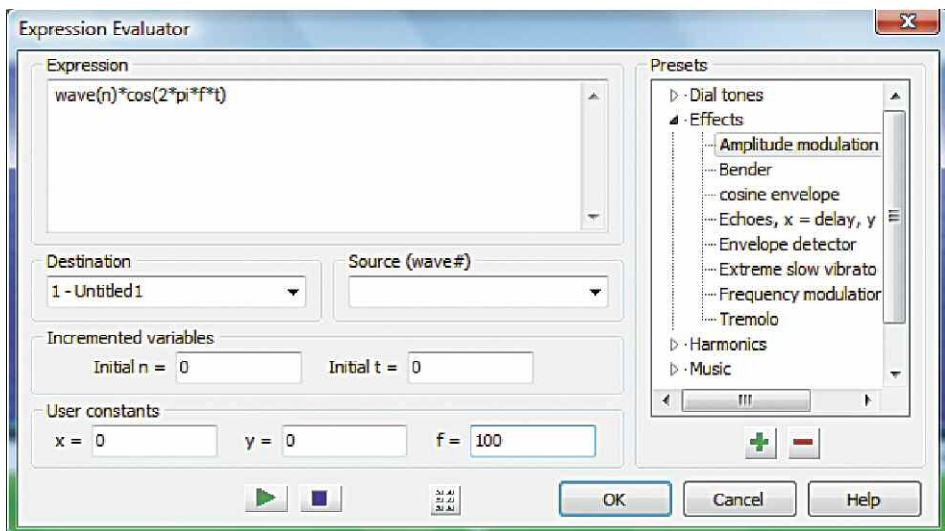

Рис. 6
5. Для обработки огибающей сигнала по косинусоидальному закону снова воспользуемся меню пресета (**рис. 6**) и зададим частоту амплитудной модуляции глубиной 100 % в 10 раз ниже исходной частоты, т. е. 100 Гц. Частоту с дробным числом записывают через точку, например, для основной частоты 24 Гц модулирующая частота равна 2,4 Гц, которую записывают в окне через точку: 2.4. Брать частоту основного тона выше 4...5 кГц не имеет смысла.